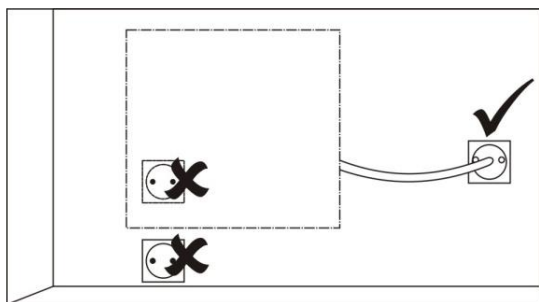

Рис.2
- Подключение к электросети: розетка должна быть расположена не менее чем в 10 см сбоку от конвектора. Обогреватель нельзя располагать непосредственно под штепсельной розеткой. См. Правильное положение розетки на Рис. 2.